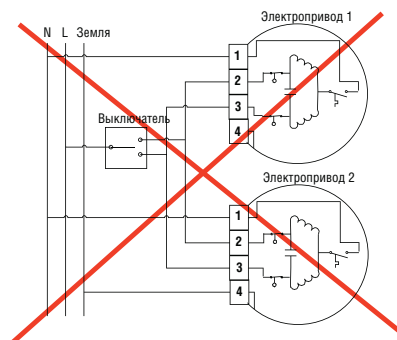

Рис. 5. Недопустимое параллельное подключение.
**ПРЕДУПРЕЖДЕНИЕ:** не допускается параллельное подключение 2 и более приводов от одного общего выключателя (Рис. 5).
### КОНЦЕВЫЕ ВЫКЛЮЧАТЕЛИ (Рис. 5)